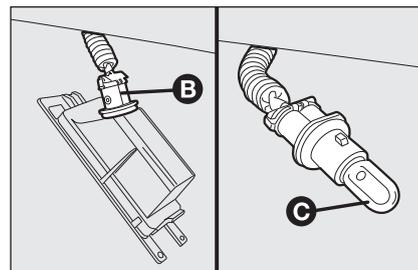

fig. 35
- gire en sentido horario el portalámparas **B**-fig. 35;